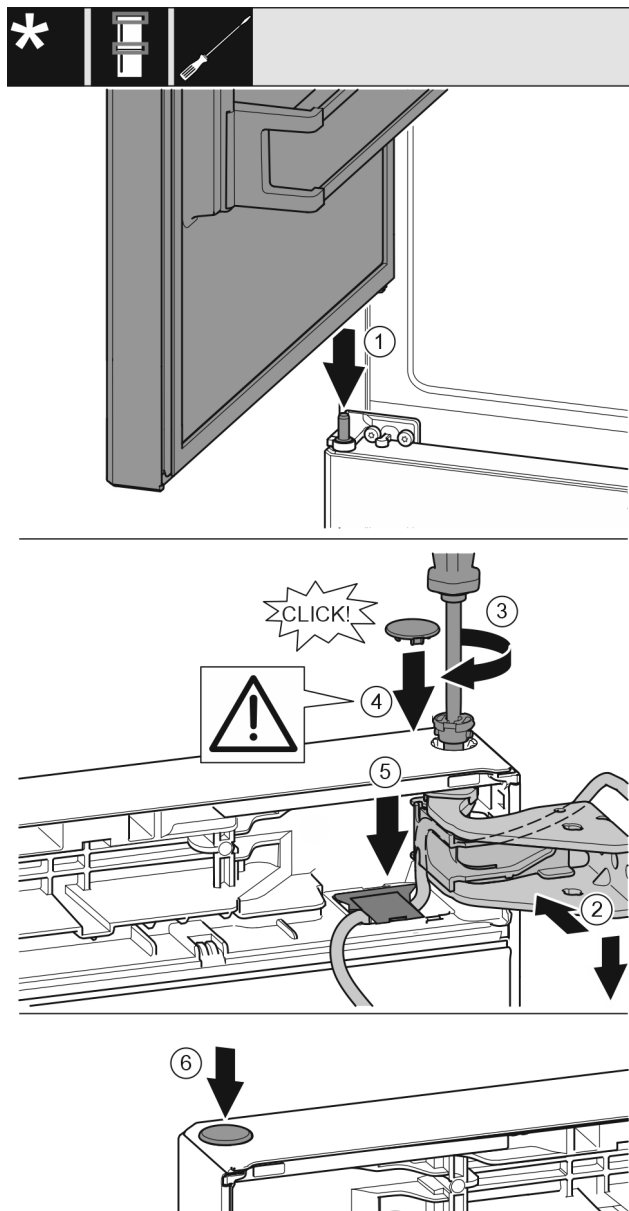

Fig. 42
- ▶ Asetage ülemine uks keskmisele laagripoldile Fig. 42 (1)
- ▶ Joondage uks ülal laagripuki ava suhtes välja. Fig. 42 (2)
- ▶ Pange polt sisse ja keerake kruvikeerajaga T15 kinni. Fig. 42 (3)
- ▶ Monteerige ukse kindlustamiseks turvakate: pange turvakate sisse ja kontrollige, kas see toetub uksele. Vastasel juhul pange polt täielikult sisse. Fig. 42 (4)
- ▶ Pange kate jälle sisse ja vajutage allapoole, kuni see fikseerub. Fig. 42 (5)
- ▶ Pange kork sisse. Fig. 42 (6)